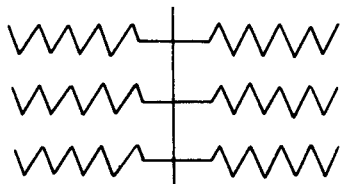
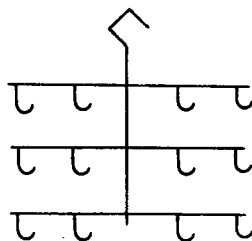

图 1-5
图 1-6
③ 小工件镀锌挂具见图 1-5、图 1-6。图 1-5 适于片状小件
镀锌使用。图 1-6 适用于一般小件镀锌。